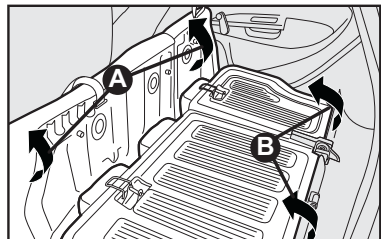

fig. 86
4) Em seguida, rebater o assento do banco traseiro **A-fig. 86** para frente.
6) Rebater para a frente o encosto, passando os cintos pelos lados, até que este se apóie sobre o assoalho de maneira a obter uma única superfície de carga **B-fig. 86**.